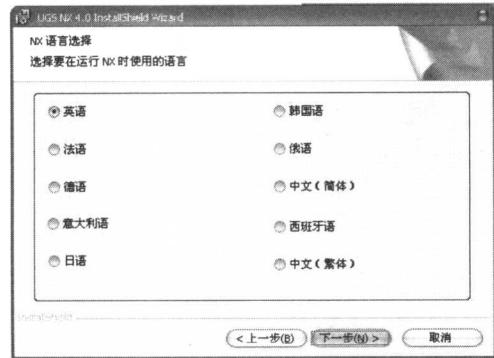

图 1-16 选择安装语言
(15) 然后系统打开如图 1-16 所示的对话框, 提示用户选择需要的语言版本, 完成以后单击【下一步】按钮。